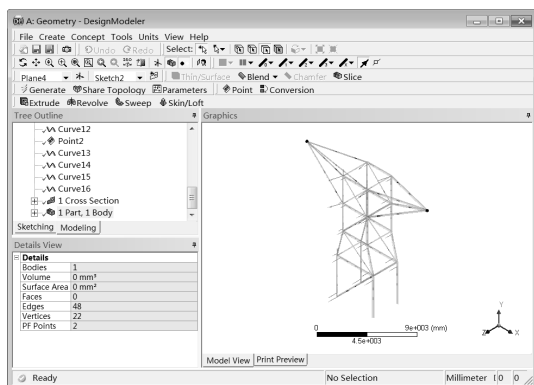

图 8-5 生成前的 DesignModeler 界面
Step3: 双击项目 A 中的 A2 Geometry 选项,此时会进入 DesignModeler 界面,在 DesignModeler 软件绘图区域会显示几何模型,如图 8-5 所示。